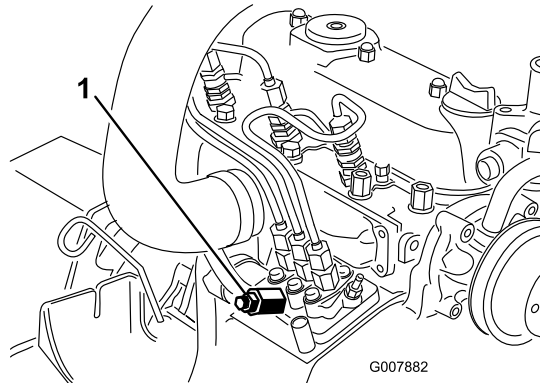

Figura 49
3. Coloque un trapo debajo del tornillo de purga de aire de la bomba de inyección de combustible, y abra el tornillo (Figura 49).